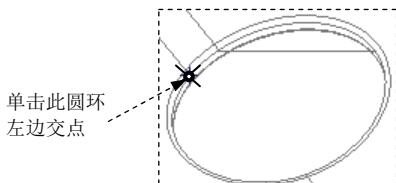
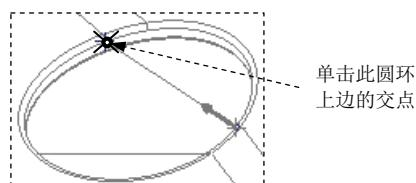

图 21.10 单击圆环左边交点
图 21.11 单击圆环上边交点
(1) 选择命令。单击 **模具** 功能选项卡 **基准** 按钮，在系统弹出的菜单中依次单击 **曲线** → **通过点的曲线** 按钮，系统弹出“曲线：通过点”操控板。
(2) 单击图 21.10 所示的圆环左边交点，然后将模型调整到图 21.11 所示的视图方位，单击圆环上边的交点。
(3) 在系统弹出的“曲线：通过点”操控板中单击 按钮，完成基准曲线 2 的创建。